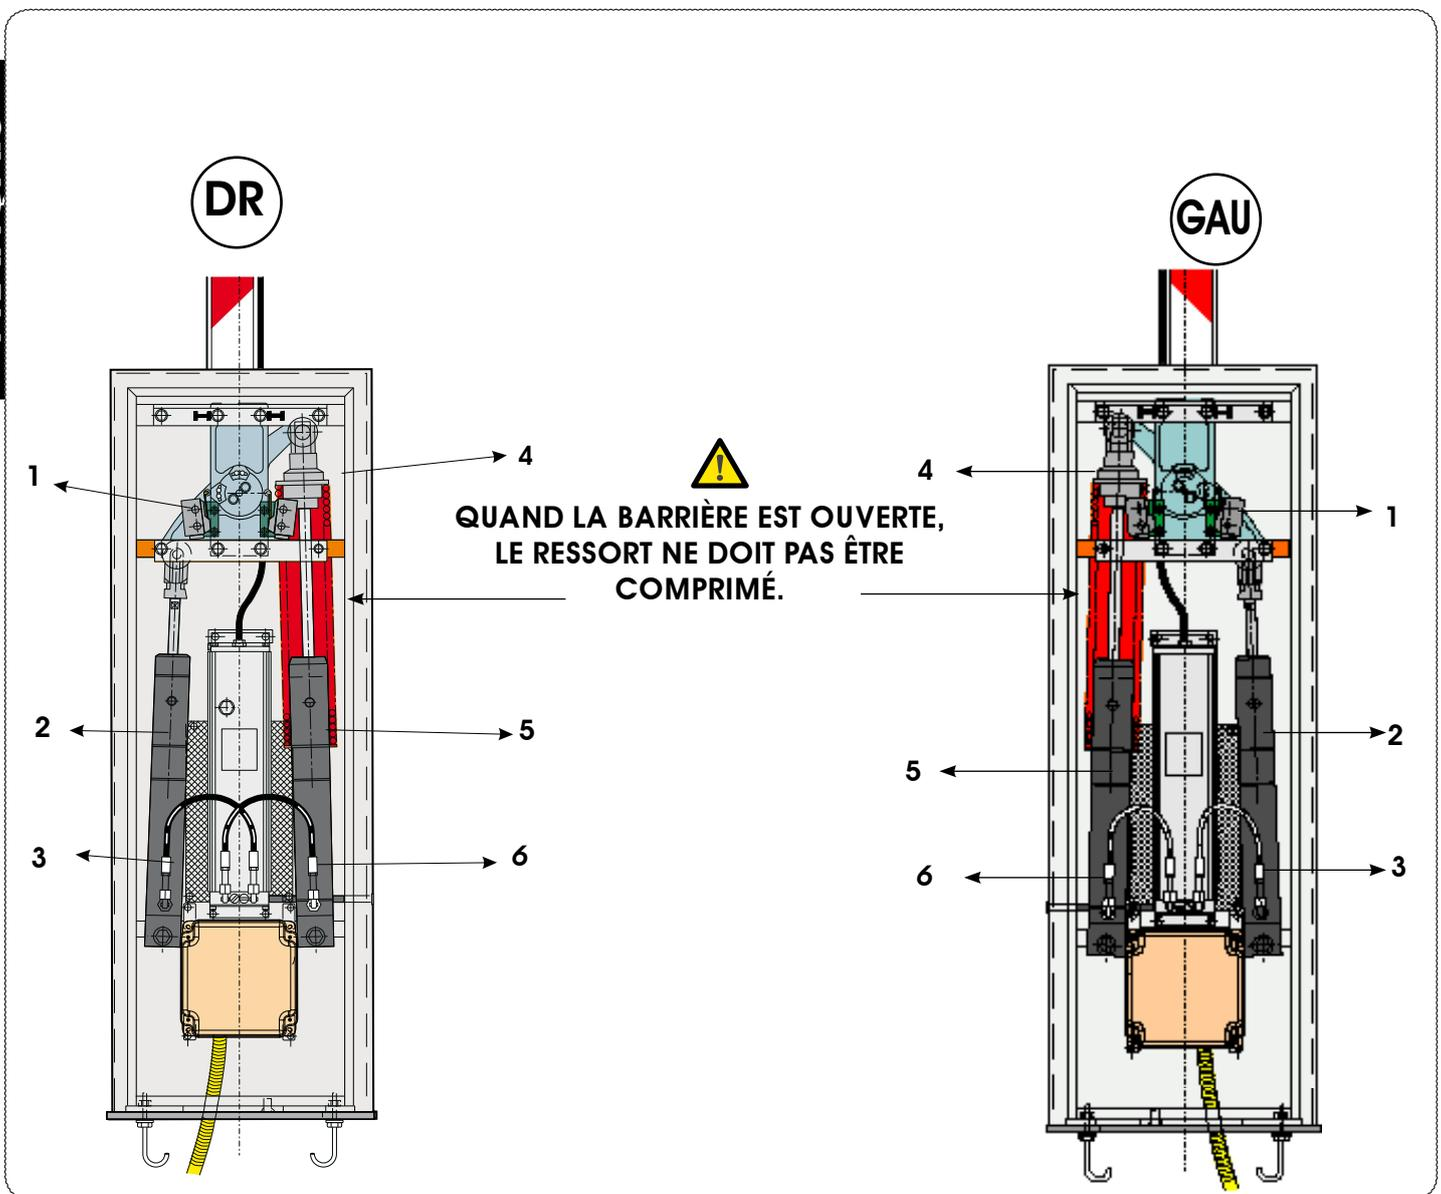

Fig. 18
5. Desserrer complètement la bague de réglage du ressort (Fig. 18 réf. ④).
6. Désassembler les tuyaux d'alimentation (Fig. 18 réf. ③ et ⑥) des deux pistons et boucher les raccords.
7. Démontez les deux pistons (Fig. 18 réf. ② et ⑤) des attelages supérieurs et inférieurs et en inverser la position en amenant le compensateur (Fig. 18 réf. ①) contre l'arrêt mécanique de fin de course en ouverture.
8. Enlever la flasque du pignon et la remonter de manière à sélectionner la barrière en ouverture d'après la figure 18.
9. Raccorder les tubes d'alimentation d'après la Fig. 18 selon la configuration de la barrière (DR ou GAU).